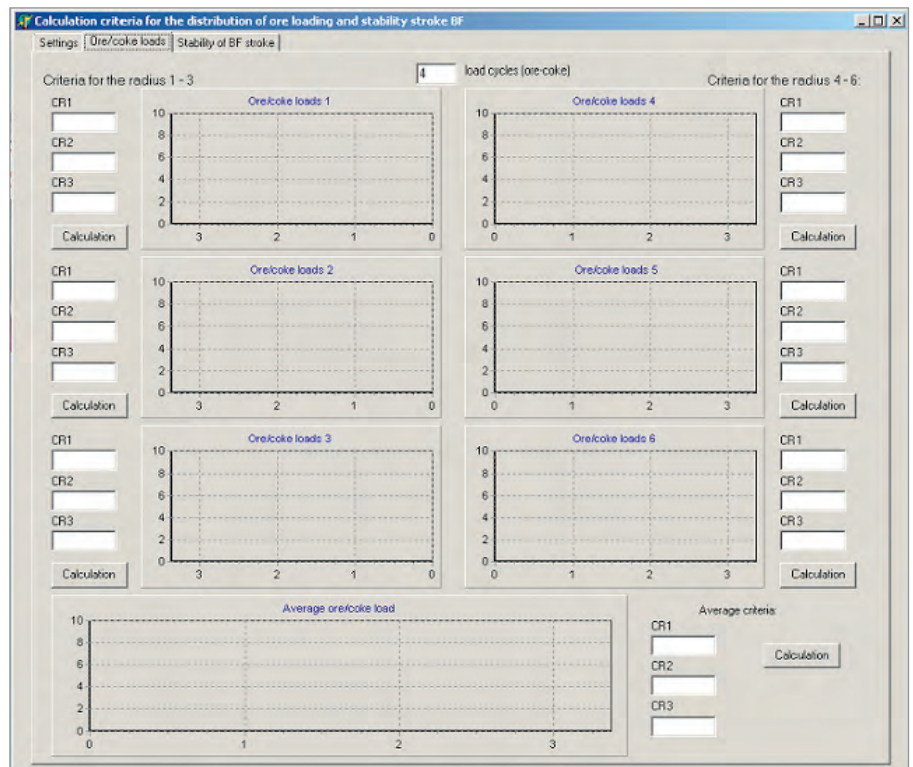

Рис. 18. Вид окна рудной нагрузки и критериев CR программы расчёта критериев распределения рудной нагрузки и стабильности хода доменной печи
Второй экран – «Рудная нагрузка». На этом экране на основе данных о профилях загрузок производится расчёт критериев распределения (CR) по рудным нагрузкам определённых кольцевых зон и строятся графики рудных нагрузок для заданного количества циклов загрузки (руда–кокс). Пример этого окна показан на рис. 18.